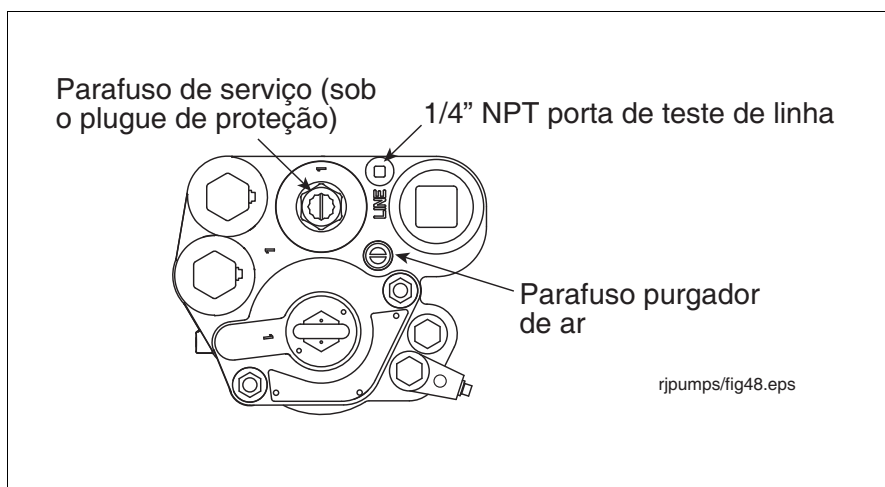

Figura 32. Localização da porta de teste de linha da bomba
- A pressão pode ser analisada usando-se um medidor ligado na válvula de impacto ou na porta de teste de linha da bomba (ver Figura 32).
2. Retire e guarde o plugue protetor sobre o parafuso de serviço. Gire o parafuso no sentido horário (ver Figura 32). À medida que o parafuso for afundado, você escutará a despressurização do sistema. Continue girando o parafuso até o fim. Quando o parafuso não puder girar mais, retorne 4 voltas para erguer a válvula
3. Retire o plugue da porta de teste de linha (ver Figura 32) e encaixe o medidor para testes.
4. Gire o parafuso do purgador de ar 2 ou 3 voltas no sentido anti-horário (ver Figura 32).